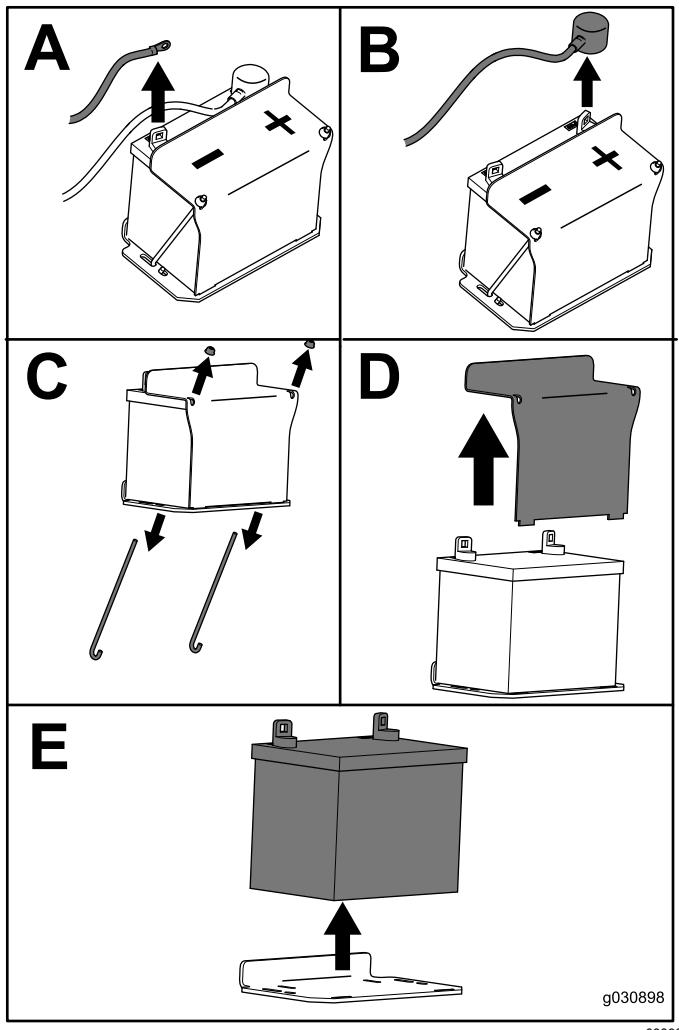

Figure 49
- Retirez la batterie, comme montré à la Figure 49.